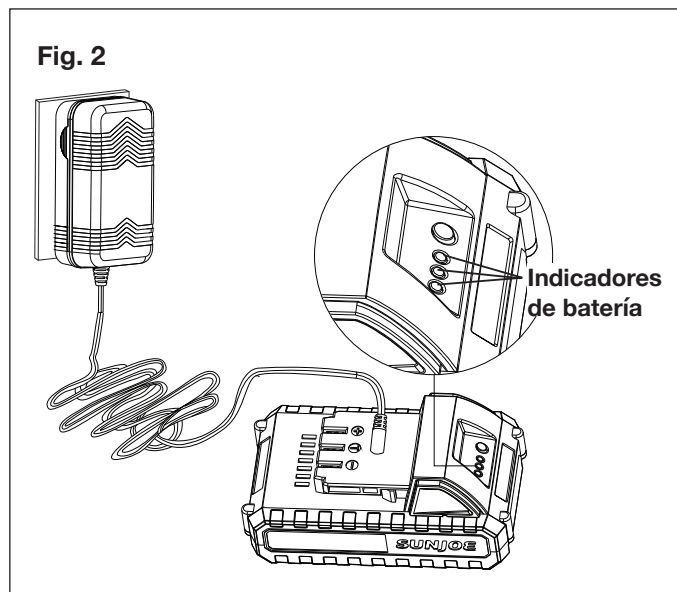

Fig. 2
2. Compruebe que el voltaje de la red sea el mismo que el indicado en la placa de especificaciones del cargador de la batería. Luego, enchufe el adaptador del cargador en un tomacorriente CA apropiado. Conecte el conector del cargador en el receptáculo de carga de la batería para empezar a cargarla (Fig. 2).